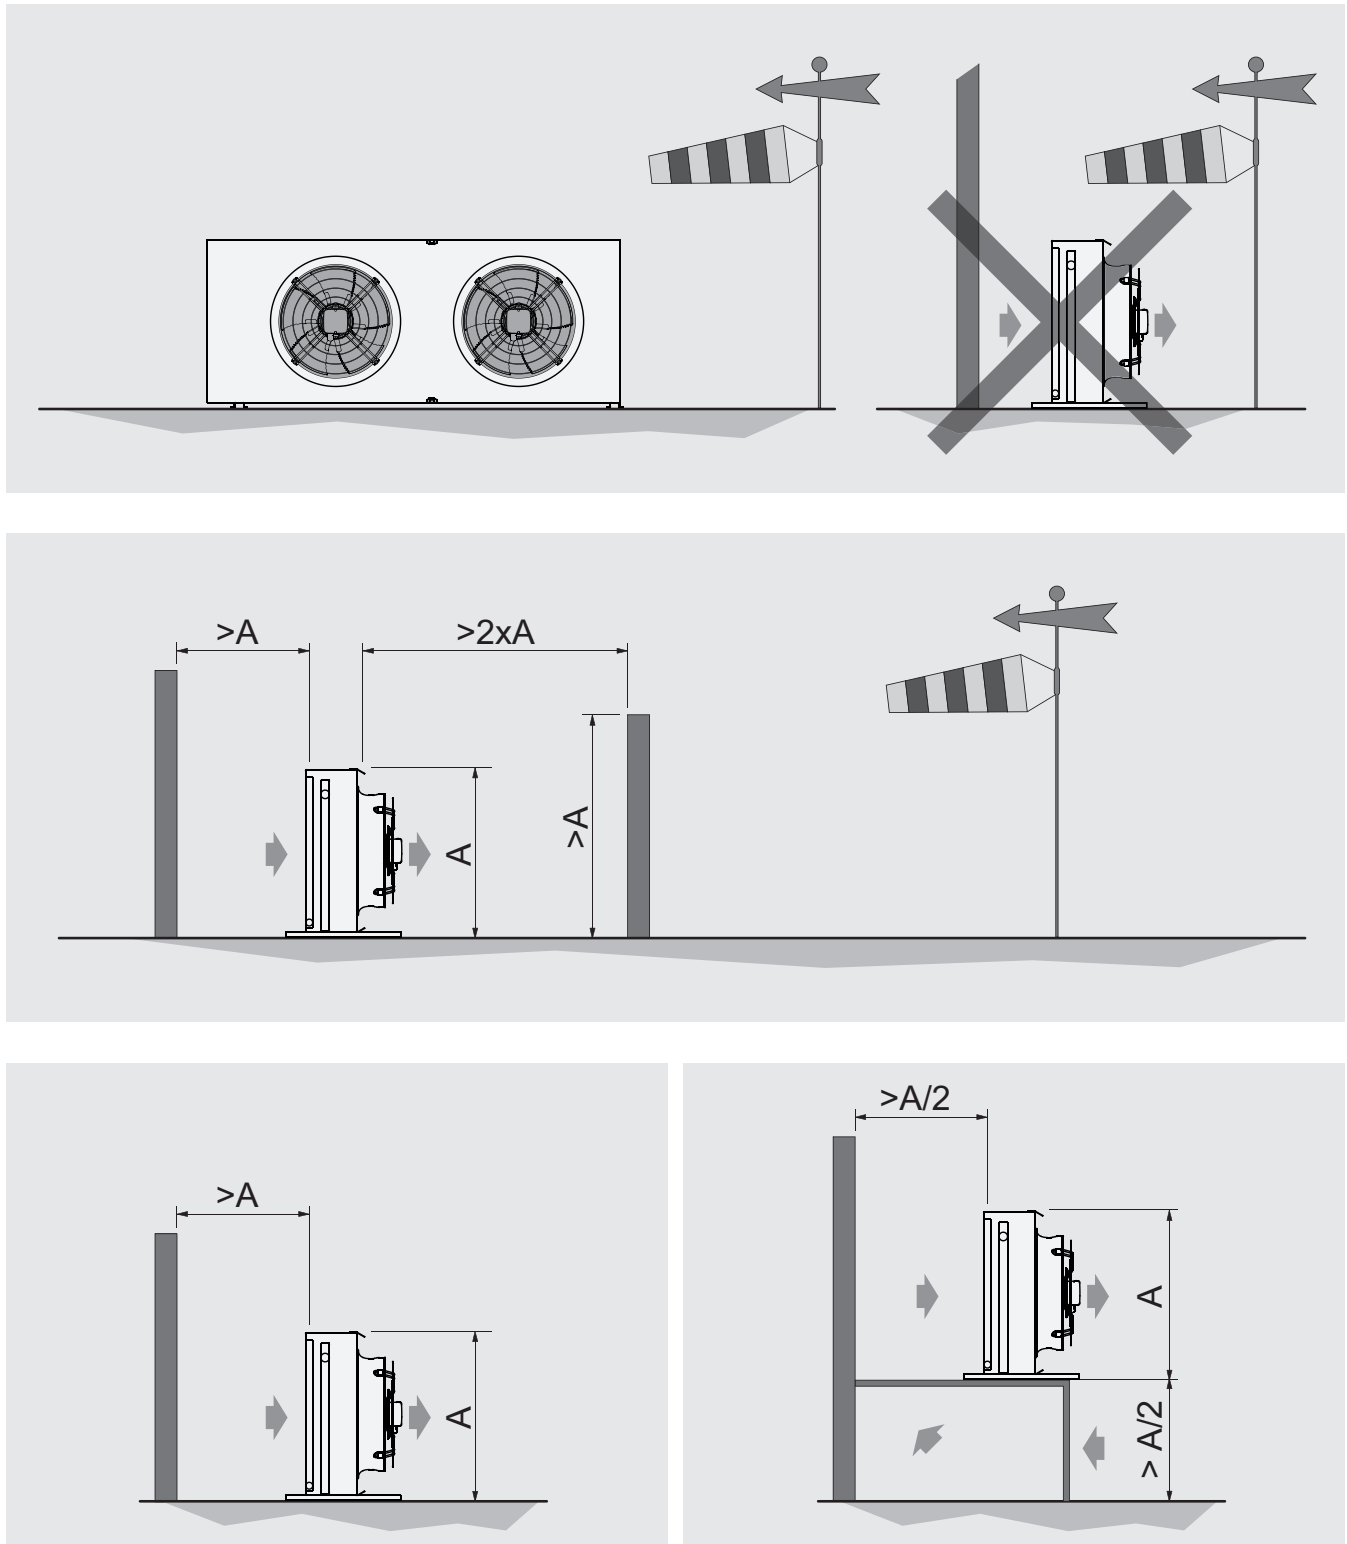

Figure 6
6.7 Prévoir un espace adéquat pour la circulation de l'air et la maintenance. Évitez de diriger le flux d'air contre des surfaces réfléchissantes ou des surfaces qui augmentent le niveau de bruit. L'espace minimal entre les modèles peut être réduit en fonction de la hauteur de positionnement, à l'aide de pieds spéciaux rehaussés ou d'une plateforme de support. Pour des installations différentes des indications, contacter Modine. Voir Figure 6.